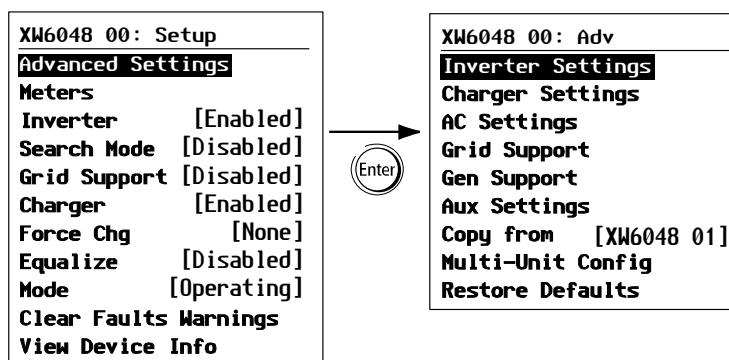

Figura 3-2 Selezione delle impostazioni avanzate
- ◆ Dal menu setup, con impostazioni base o impostazioni avanzate evidenziate, premere Enter. Consultare Figura 3-2.